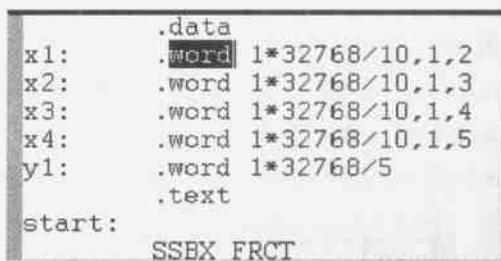

图 3.51 光标跳到需要查找的字符串的位置
(2) 单击 或 图标,则光标可直接跳到需要查找的字符串的位置,如图 3.51 所示。再单击该图标,则光标跳到下一个“word”字符串的位置。